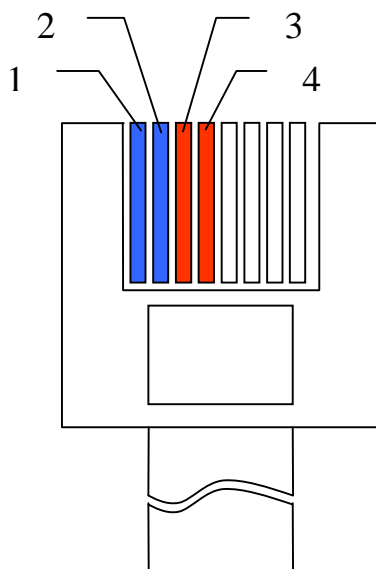

Рисунок 1.4 – Цоколевка разъема RJ-45 (вид со стороны контактов)
Для монтажа линий приводится цоколевка ответной части разъема линии связи RJ-45 (рисунок 1.4) и таблица описания его контактов (таблица 1.1).
**Примечание:** ведущий блок нельзя заменять на ведомый (и наоборот) – они не равноценны. Ведомые блоки взаимозаменяемы. Однако возможно с помощью DIP-переключателя (рис. 1.4) ведомый блок перевести в режим ведущего (и наоборот):
2.2.3 При необходимости (при использовании более одного центрального блока) соединить их между собой кабелями расширения согласно схеме каскадирования (рис. 1.4).